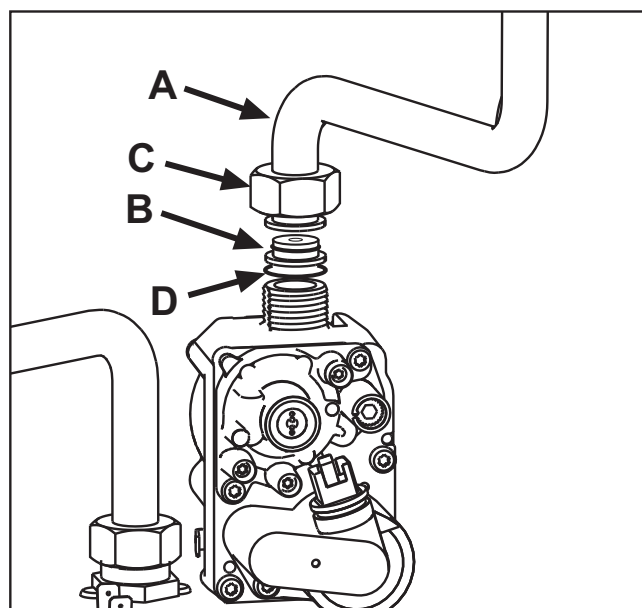

fig. 22
3. Deșurubați puiița C și scoateți tubul de gaz A de pe valva de gaz (vezi fig. 22).
4. Înlocuiți duza B introdusă pe tubul de gaz cu cea aflată în kitul de transformare, interpunând garnitura D (vezi fig. 22).